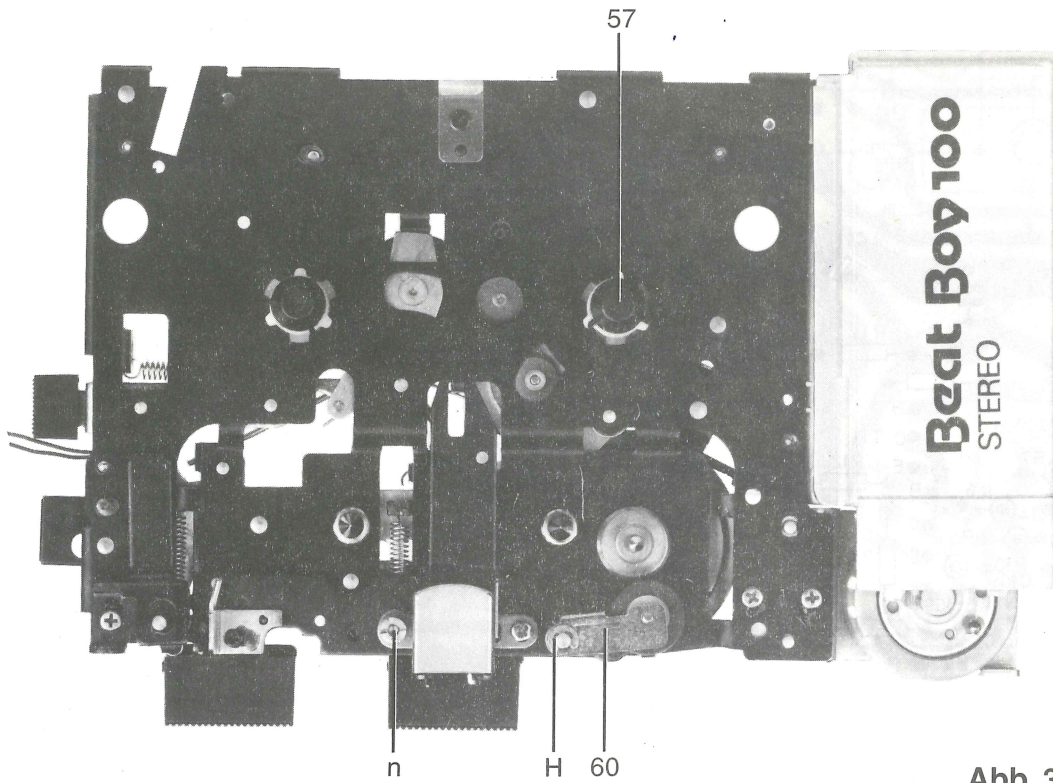

Abb. 3
Durch Verdrehen der Schraube **n** (Abb. 3) wird das obere System auf maximale Ausgangsspannung gestellt (Wert notieren). Danach mit Schraube **n** das untere System auf maximale Ausgangsspannung stellen (Wert notieren). Schraube **n** jetzt so verdrehen, daß beide Systeme den gleichen relativen Verlust zu den vorher notierten Spannungswerten haben.
- Sicherungsring **H** (Abb. 3) entfernen.